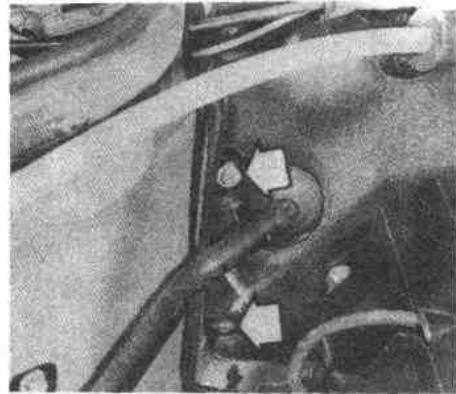

图 4-1-4
- (4) 把橡胶密封条提离内防火墙，然后按图 4-1-4 所示，拆下箭头所指的两个固定螺钉。
- (5) 向上向前移动防火墙，然后拆下鼓风机电机罩。
- (6) 拆下导线连接件，然后拆开电机导线连接器。
- (7) 拆下鼓风机电机的固定螺栓，然后从壳体中取出电机。
- (8) 按拆卸的相反顺序进行安装。